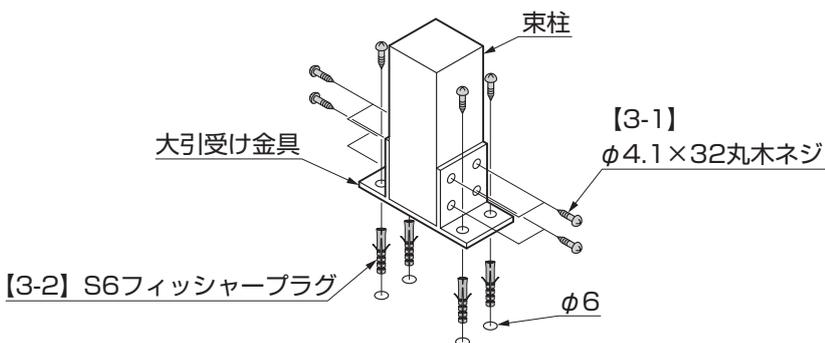

図1-10
- 床面がコンクリートまたはタイル貼りしてある場合は、床に、【3-2】を埋込んで、束柱と床面を大引受け金具で固定してください。(図1-10参照)